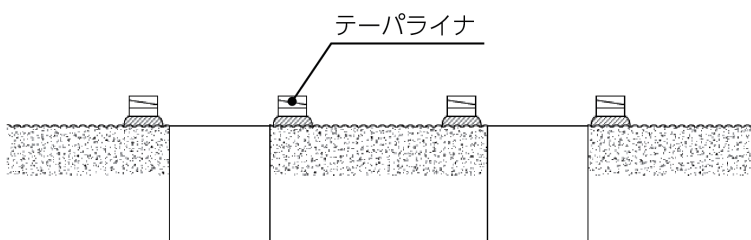
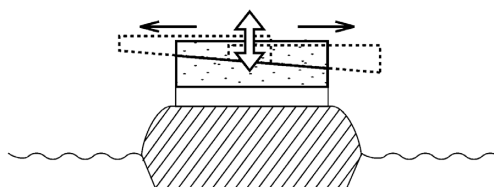

図 2.4-4 テーパライナの設置
図 2.4-5 テーパーライナでの高さ調整
- (4) 平ライナを設置したモルタルが完全に固まった後、テーパライナの表面を清掃し、図2.4-4のように平ライナの上に設置します。テーパライナは必要に応じて2枚1組をずらし、ポンプユニットの高さを調整します。(図2.4-5参照)